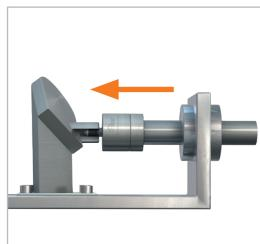
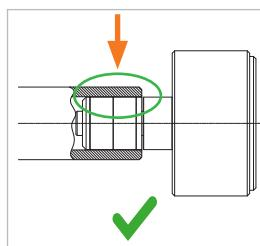
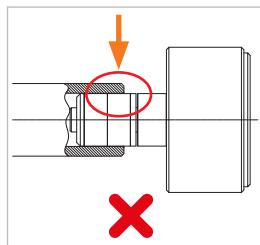

Figure 1
Figure 2
Figure 3
- ▶ Insérez le connecteur dans l'axe dans la pièce d'essai (*Figure 1*). Soulevez le joint frontal (pos. 7) ne doit plus être visible (*Figure 2* et *Figure 3*). Le joint frontal est ainsi préservé des dommages causés par d'éventuels bords saillants de la pièce d'essai et le bon raccordement est garanti.